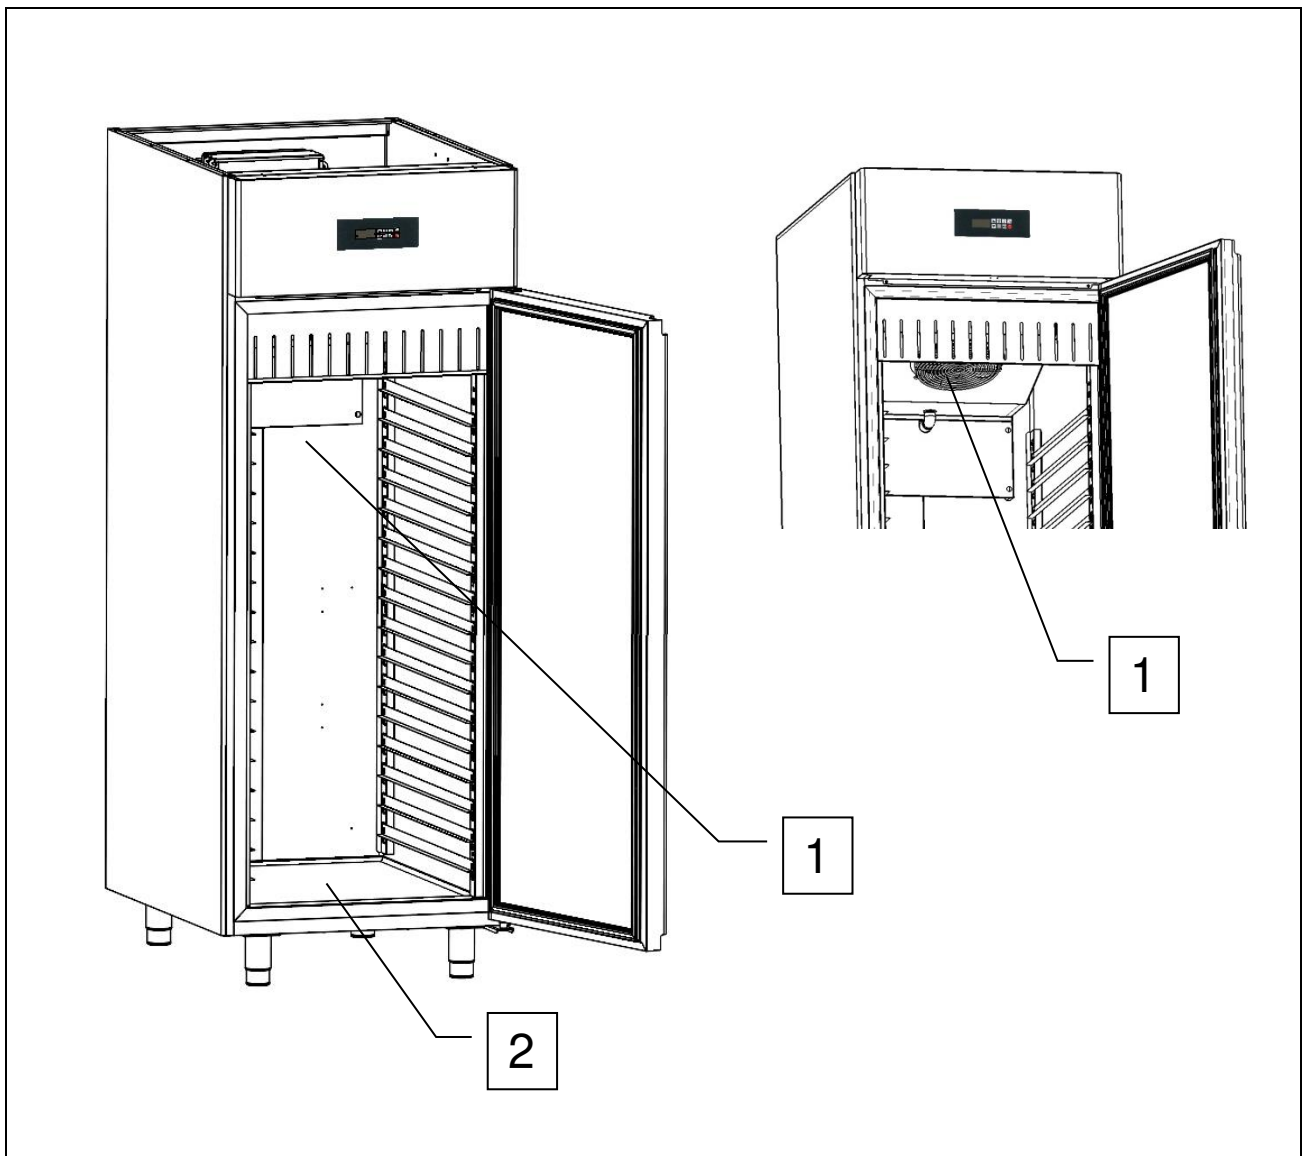

Abb. 4
- bei verstopften Luftleitungen (Ref. 1, Abb. 4);
- mit unterschiedlichen Lebensmittelprodukten (Speisen und Präparaten), die dicht an den internen Lüftungsgittern (Ref. 1, Abb. 4) oder direkt auf dem Innenraumboden (Ref. 2, Abb. 4) stehen.